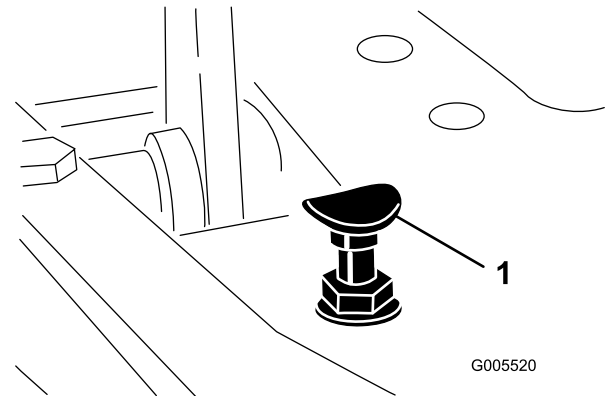

Bild 42
Stellen Sie den Funktionsschalthebel in die TRANSPORT-Stellung und treten Sie auf das Fahrpedal, um die maximale Transportgeschwindigkeit zu erreichen. Wenn das Pedal den Anschlag erreicht (Bild 42), bevor das Kabel gespannt ist, führen Sie folgende Einstellungsschritte aus:
1. Stellen Sie den Funktionsschalthebel in die TRANSPORT-Stellung lösen Sie die Sicherungsmutter, mit der der Pedalansschlag an der Bodenplatte befestigt ist (Bild 42).